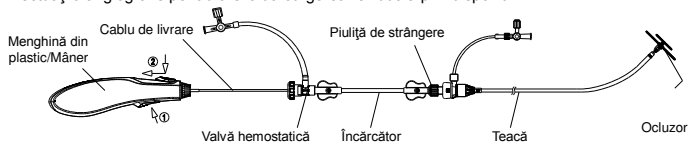

Figura 9. Ilustrarea eliberării ocluzorului
- Țineți teaca astfel încât să atingă adaptorul ocluzorului, apoi trageți delicat cablul, până când acesta se separă de ocluzor. În cele din urmă, scoateți cablul de livrare și teaca din pacient (Consultați **Figura 9**).